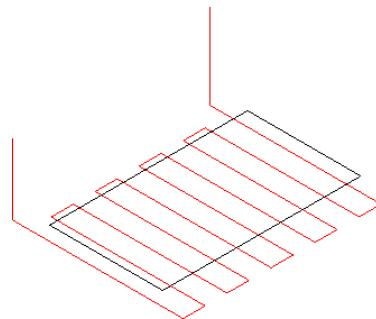

图 9-61 线性方式铣削加工
- 线性：在两切削间产生直线的刀具路径，如图 9-61 所示。